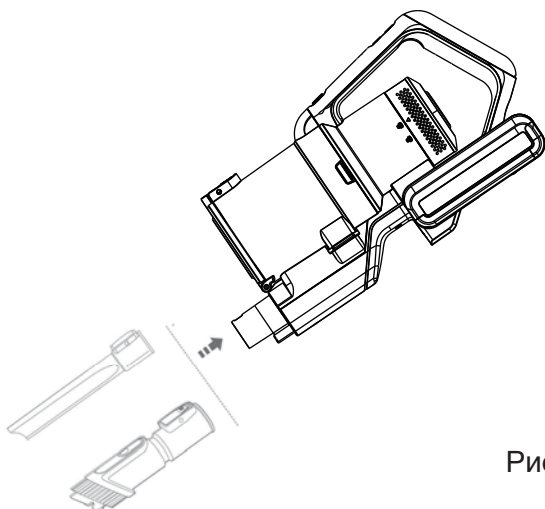

Рис. 8
3. Вы также можете установить электрощетку или насадку прямо в корпус без удлинительной трубки (рис. 8). В данной конфигурации будьте осторожны, чтобы ваши пальцы или волосы не засосало в пылесос.